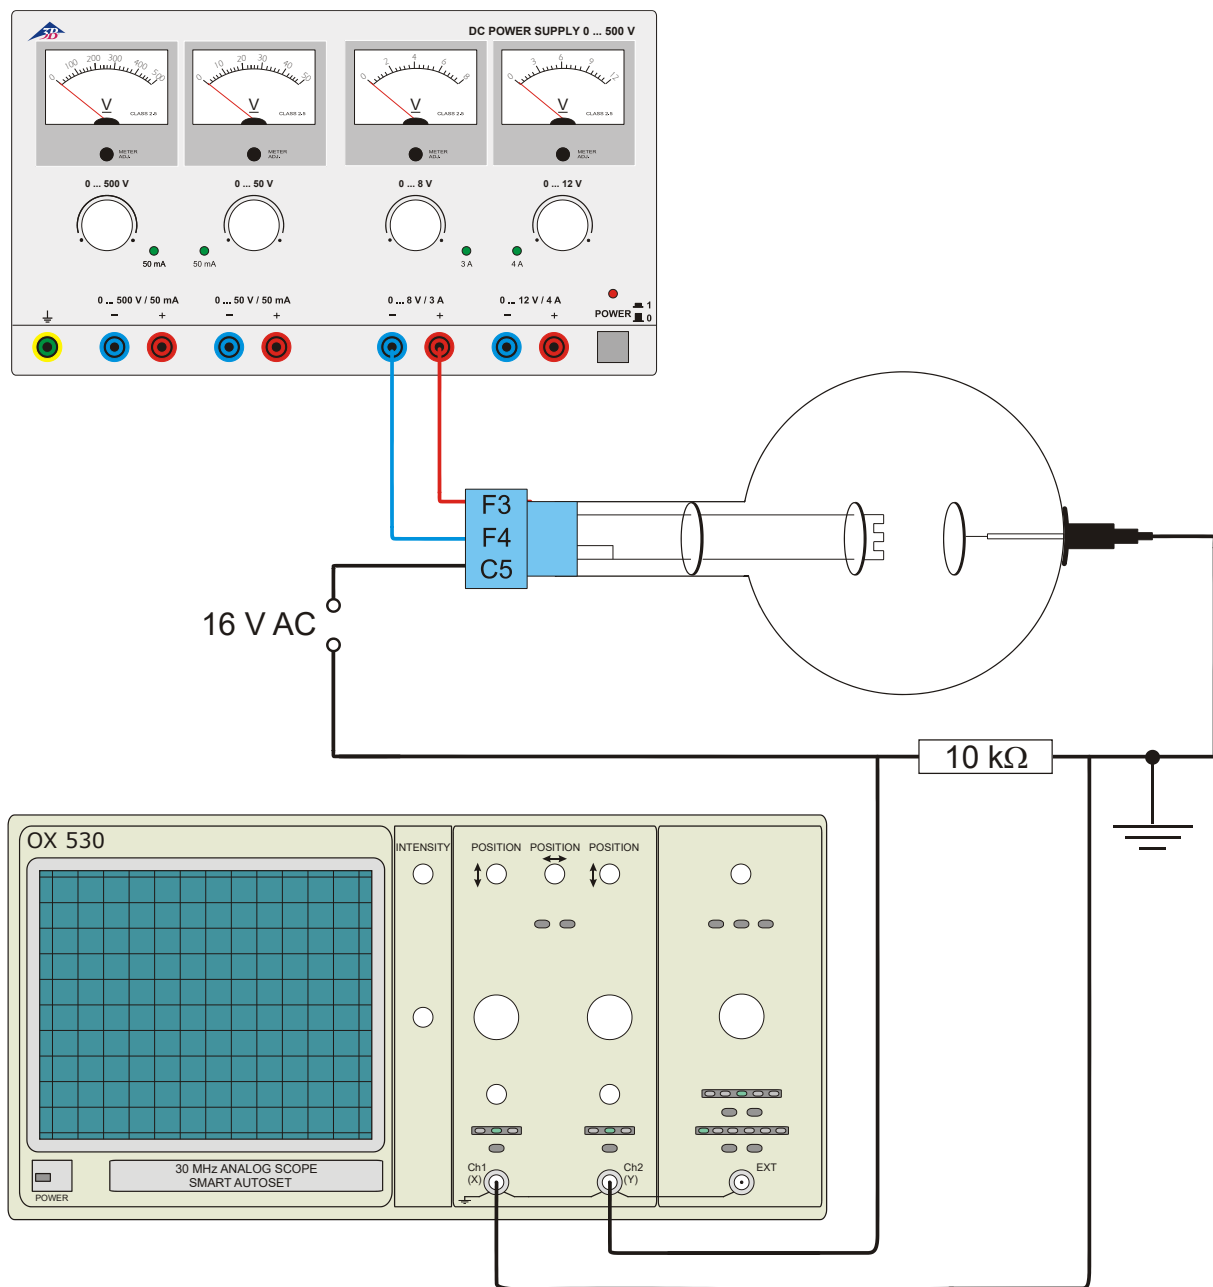

Fig. 3 Il diodo come raddrizzatore
- Montaggio come illustrato in Fig. 3 con $U_F = 6,3$ V e $U_A = 16$ V CA.